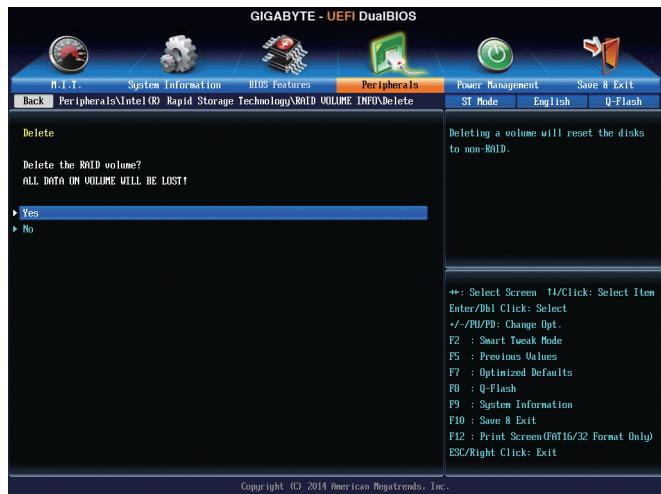

図 8
RAIDアレイを削除するには、**Intel(R) Rapid Storage Technology**画面において削除するボリューム上で`<Enter>`を押します。**RAID VOLUME INFO**画面に入ったら、**Delete**で`<Enter>`を押して**Delete**画面に入ります。**Yes**で`<Enter>`を押します(図8)。